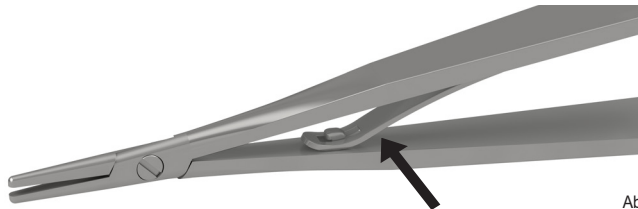

Abb. 2
- Ein- oder Ausrasten der Feder gemäß Abb. 2:
- Öffnen Sie die Feder gemäß Abb. 2.